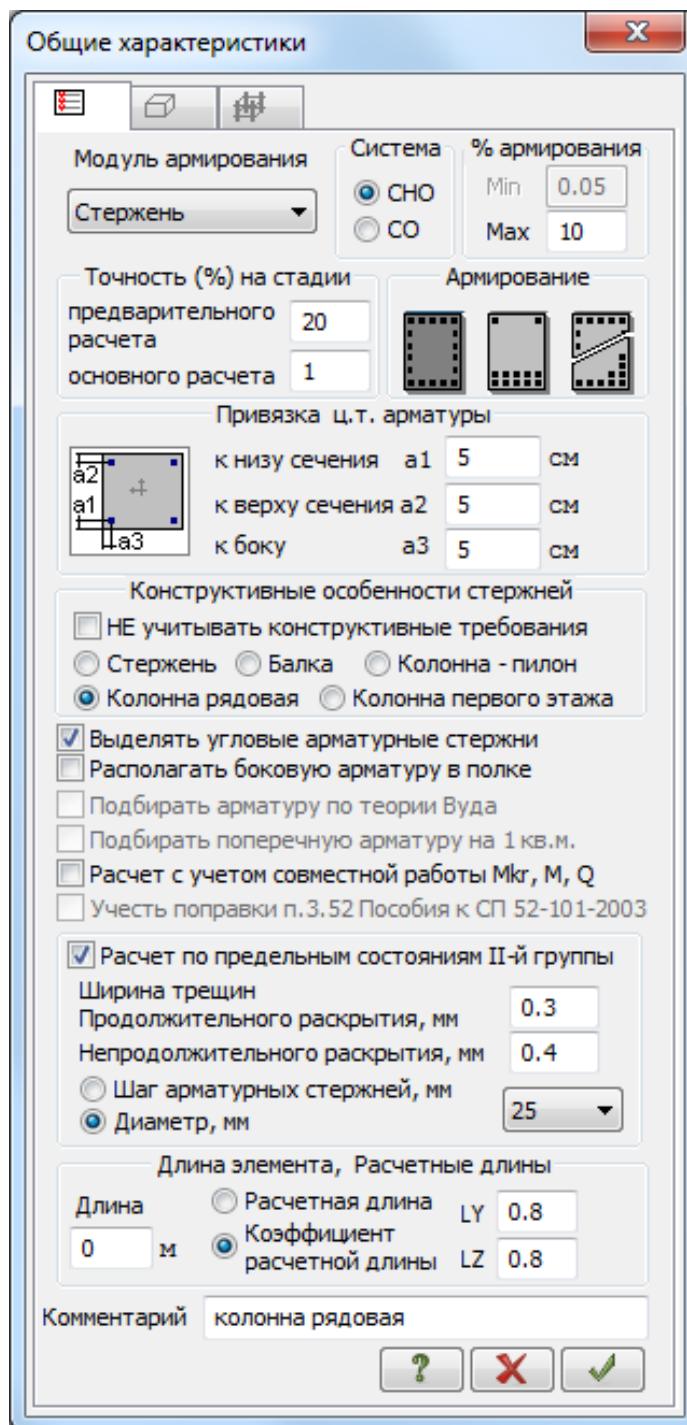

Рис.18.4. Диалоговое окно **Общие характеристики**. Колонна
- все остальные параметры остаются заданными по умолчанию (рис. 18.4).